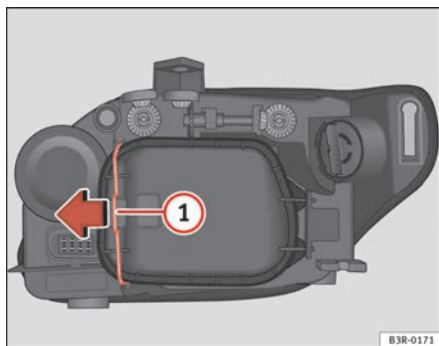

Abb. 193 Abblendlicht
Obwohl es nicht nötig ist, den Deckel abnehmen ⇒ Seite 263, Abb. 193, was den Ersatz des Blinklichts erleichtert. ■
- Den Spanner ⇒ Abb. 193 (1) in Pfeilrichtung bewegen und den Deckel abnehmen, indem zuerst die Seite des Spanners und danach die beiden Laschen des anderen Endes des Deckels abgenommen werden.